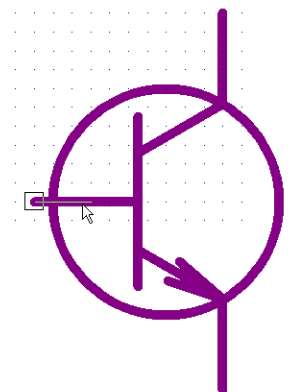

Рис. 5-12.
12) Разместите выводы командой **Place/Pin**. Длину выводов установите равной 3 мм и размещайте их как показано на рис. 5-12. Имена выводам **Default Pin Name** и позиционные обозначение по умолчанию **Default Pin Des** заполните в соответствии с таблицей 5-4. Запретите отображение на чертеже имени и позиционного обозначения вывода (см. пп. 5-3).